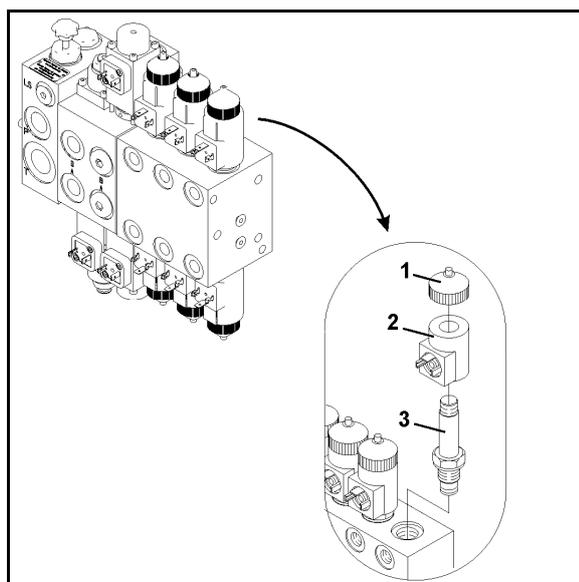

Fig. 99
1. Dévissez le capuchon magnétique (Fig. 99/1)
2. Retirez la bobine magnétique (Fig. 99/2)
3. Dévissez la tige de distributeur (Fig. 99/3) avec les sièges de soupapes et nettoyez-la à l'air comprimé ou à l'huile hydraulique.